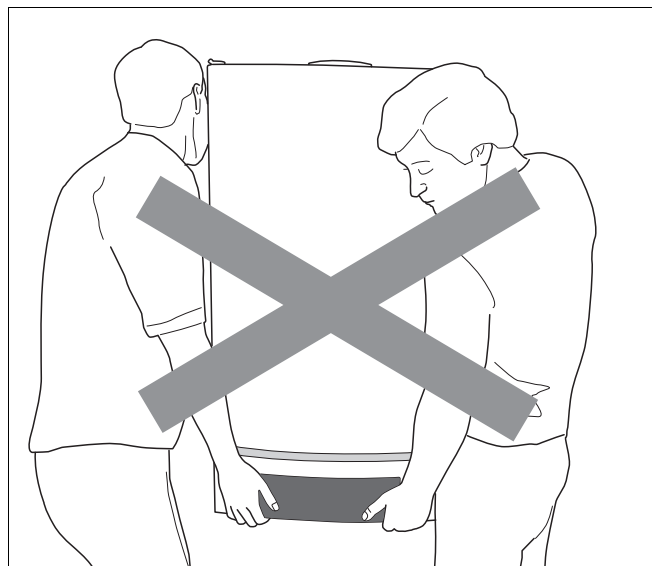

Fig. 3 Ridicarea și transportul incorect al cazanului de încălzire
- Nu ridicați și nu transportați cazanul de încălzire de capacul tabloului de comandă (fig. 3).
- Nu ridicați și nu transportați cazanul de încălzire de capacul tabloului de comandă (fig. 3, pagina 12).